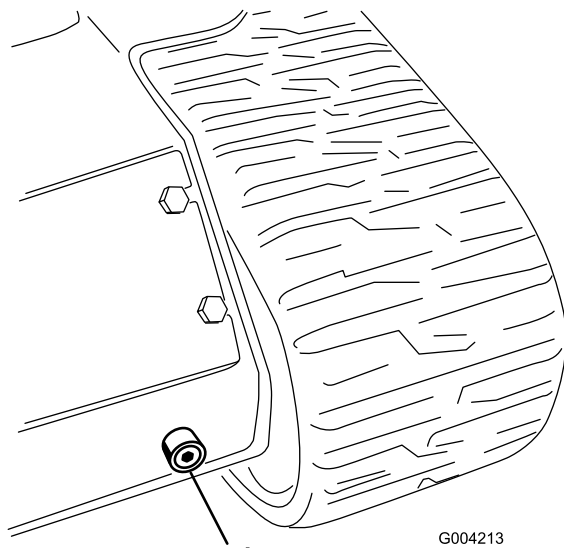

Figure 56
6. Placer un grand bac de vidange (d'au moins 56 litres de capacité) sous le bouchon de vidange à l'avant de la machine (Figure 56).
7. Retirez le bouchon de vidange pour permettre à l'huile de s'écouler dans le bac de vidange (Figure 56).